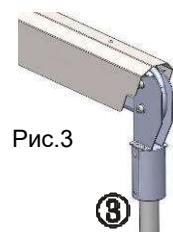

Рис.3
2. Соединить плафон (1) и пантографический механизм (2), используя винт M6x50, шайбу 6, шайбу гр. 6 и гайку-баращек M6. Крепеж установлен по месту на кронштейне плафона (1).
3. Установить механизм (2) с плафоном (1) на стойку (3), рис.3 (коуж стойки не показан).